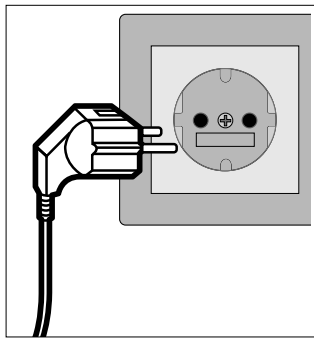

Abb. 21
- ▶ Nachdem Sie Wasseranschluss und den Wasserabfluss vorgenommen haben, verbinden Sie den Netzstecker (4) mit einer Netzsteckdose (siehe **Abb. 21**).